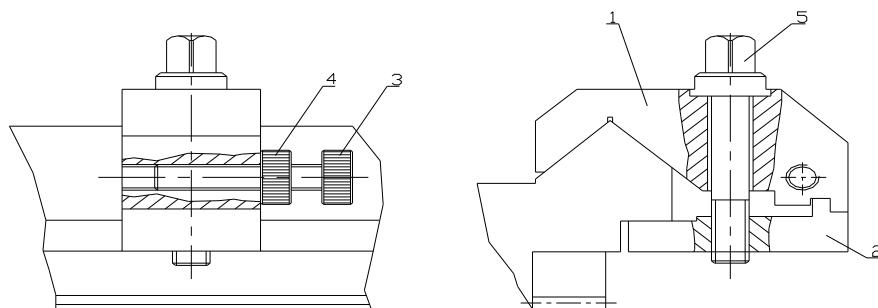

Рис.9-1 Аварийный стоп-ограничитель
9.1 АВАРИЙНЫЙ СТОП ОГРАНИЧИТЕЛЬ (рис.9-1)